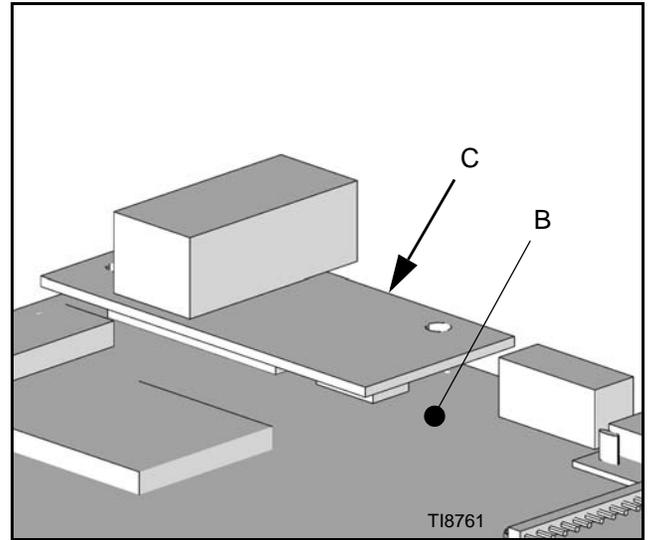
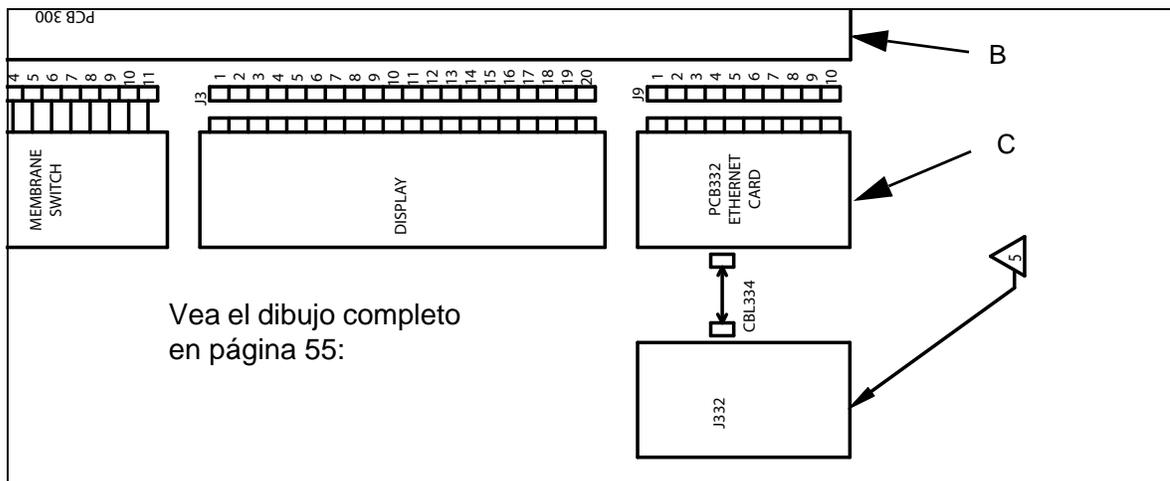

FIG. 42
FIG. 43
5. Enchufe el conjunto de Ethernet 249183 (C) en J9 asegurándose de que el conector RJ45 esté orientado hacia abajo. Vea FIG. 42 y FIG. 43.
6. Sujete el conjunto Ethernet 249183 (C) a la pantalla de visualización EasyKey 249480 (B) utilizando el hardware suministrado.